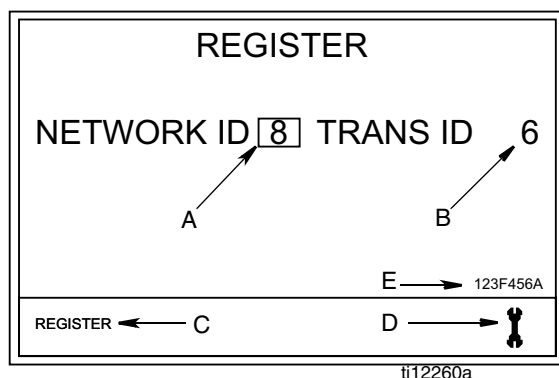

FIG. 5
4. Appuyez sur la touche ENTER au centre sur le pavé numérique du compteur pour sélectionner l'option ENREGISTRER. L'écran Enregistrer indiqué à la Fig. 5 s'affiche.
1. L'écran affiche l'Identification du RÉSEAU (A) et l'Identification de l'ÉMETTEUR-RÉCEPTEUR (B) (FIG. 5) actuellement affecté au compteur.
2. Si les identifications dans les deux champs sont corrects et que vous n'avez pas besoin d'apporter des modifications, utilisez ou la FLECHE GAUCHE ou DROITE pour déplacer le curseur sur ENREGISTRER (C). appuyez sur le bouton central ENTER sur le pavé numérique du compteur. Le compteur retourne à son écran initial.